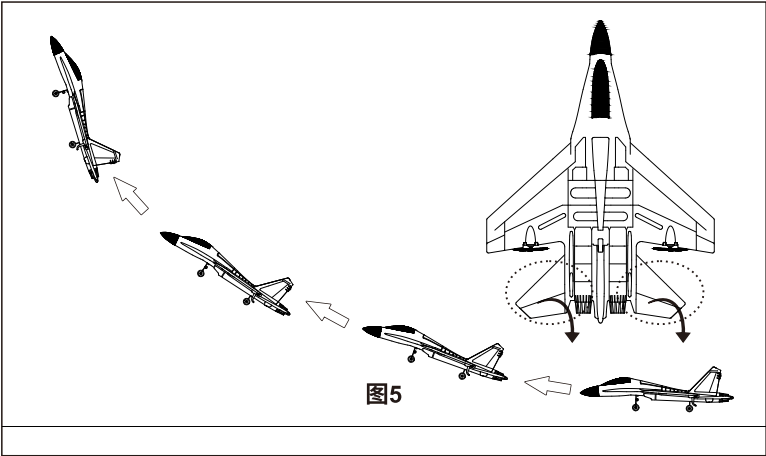

图5
2. 飞机起飞时角度过大，可以将水平尾翼翼向下调整《如图5》。